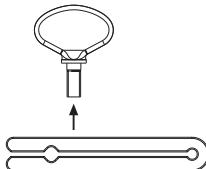

Рис. 8
- Демонтировать вспомогательное устройство, см. Рис. 8.